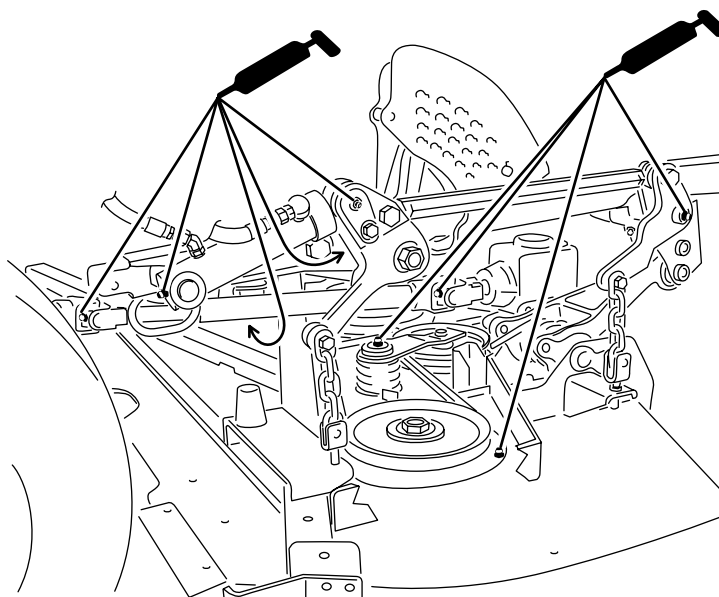

Рисунок 28
1. Тщательно протрите масленки, чтобы посторонние вещества не могли попасть в подшипник или втулку (Рисунок 28).